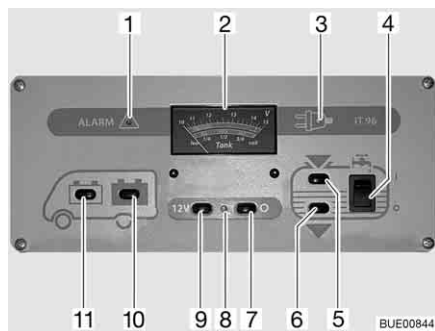

Fig. 150 Pannello di controllo IT 96-2
L'interruttore principale a 12 V (Fig. 150,7 e 9) inserisce o disinserisce il pannello di controllo e l'alimentazione a 12 V dell'abitacolo.
Accensione: ■ Premere l'interruttore (Fig. 150,9) "12 V": L'alimentazione a 12 V dell'abitacolo è inserita. La spia di controllo (Fig. 150,8) diventa verde.
Spegnimento: ■ Premere l'interruttore (Fig. 150,7) "O": L'alimentazione a 12 V dell'abitacolo è disinserita. La spia di controllo (Fig. 150,8) si spegne.
Per l'indicatore volt/serbatoio (Fig. 150,2) leggere la scala superiore. L'indicatore si illumina automaticamente appena viene premuto un interruttore.
- Premere l'interruttore (Fig. 150,11) "☰": Viene indicata la tensione della batteria di avviamento.
- Premere l'interruttore (Fig. 150,10) "☷": Viene indicata la tensione della batteria dell'abitacolo.
Per l'indicatore volt/serbatoio (Fig. 150,2) leggere la scala inferiore. L'indicatore si illumina automaticamente appena viene premuto un interruttore.
- Premere l'interruttore (Fig. 150,5) : Viene indicato il livello del serbatoio dell'acqua.
- Premere l'interruttore (Fig. 150,6) : Viene indicato il livello del serbatoio delle acque grigie.
Accensione: ■ Premere in alto l'interruttore a bilico (Fig. 150,4) "I": L'alimentazione idrica è accesa.
Spegnimento: ■ Premere l'interruttore a bilico in basso (Fig. 150,4) "O": L'alimentazione idrica è spenta.
La spia luminosa rossa "ALARM" (Fig. 150,1) inizia a lampeggiare non appena la tensione della batteria dell'abitacolo scende al di sotto di 11 V (misurazione durante il normale esercizio) con conseguente rischio che la batteria si scarichi troppo.
La spia di controllo a 12 V (Fig. 150,8) si accende non appena l'interruttore principale a 12 V (Fig. 150,9) viene inserito.
La spia gialla di controllo a 230 V (Fig. 150,3) si accende quando all'ingresso della centralina elettrica è presente una tensione di rete.